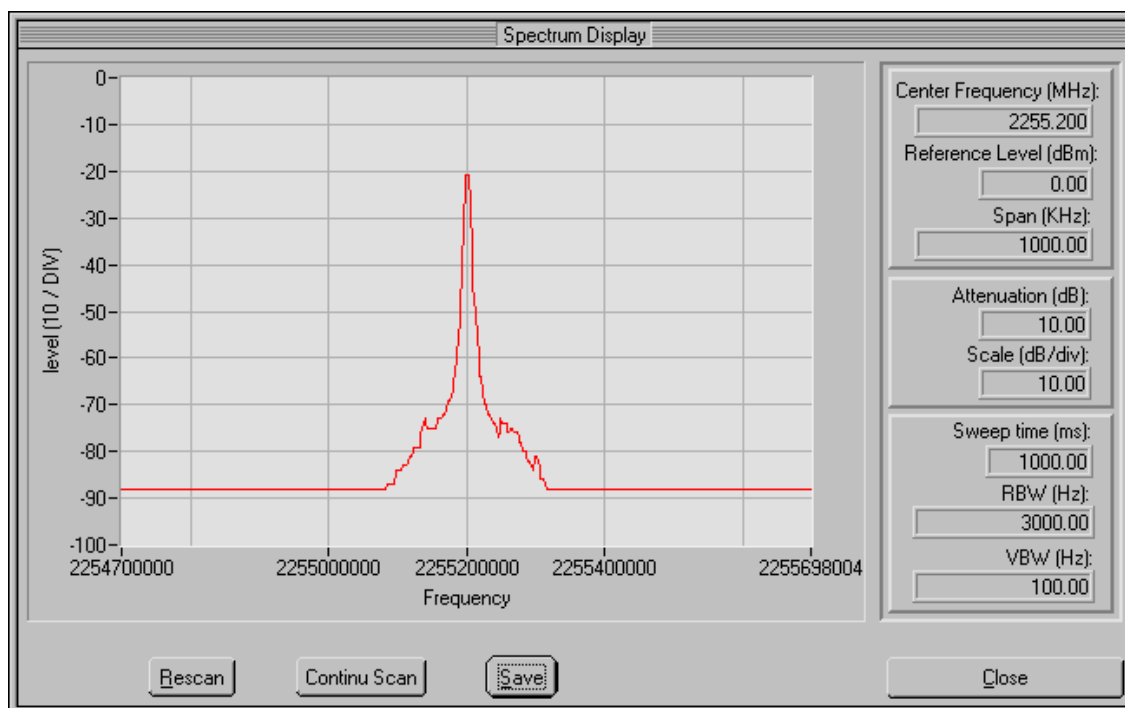

Fig. 17. Espectro da telemetria do transponder EM, portadora pura (CW).
Obtém-se desta forma o espectro na saída do transmissor, considerando a transmissão de uma portadora pura (CW), como mostra a Fig. 17.